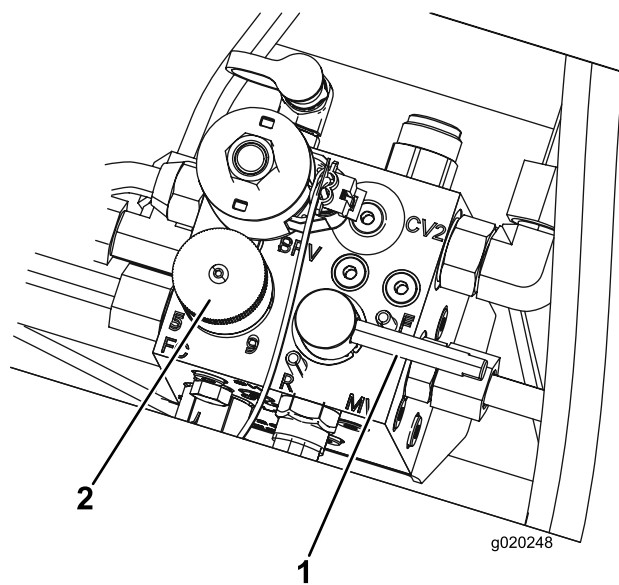

图 99
5. 将滚刀速度控制旋钮设置为位置 1 图 99。
6. 将倒磨控制杆移至 R 倒磨位置图 99。